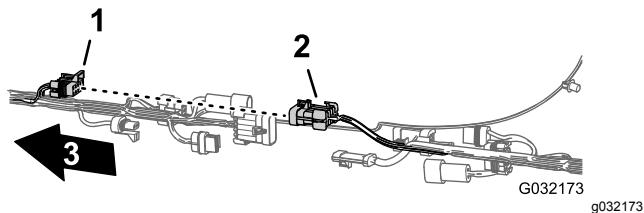
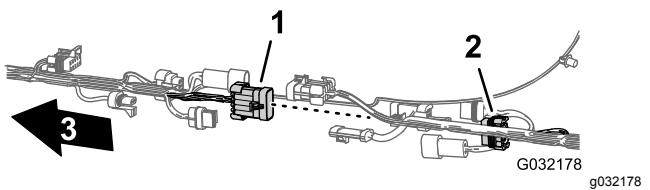

図 15
図 20
2. 図図 15図 20に示すように、前後のワイヤハーネスを接続している6組のコネクタの接続を外す。